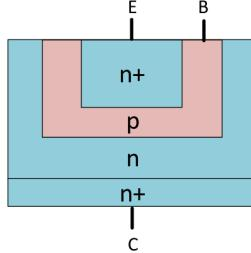

Figura 1.8: Schema fisico di un BJT
- **Attiva diretta:** Si ha quando $V_{be} > V_{th}$ e quindi $I_b > 0$, $I_c = h_{fe}I_b$, (h_{fe} è una funzione di guadagno). Figura 1.8